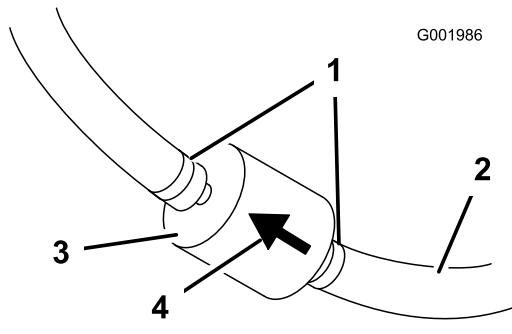

Bild 53
5. Drücken Sie die Enden der Schlauchklemmen zusammen und schieben Sie sie vom Filter weg (Bild 53).